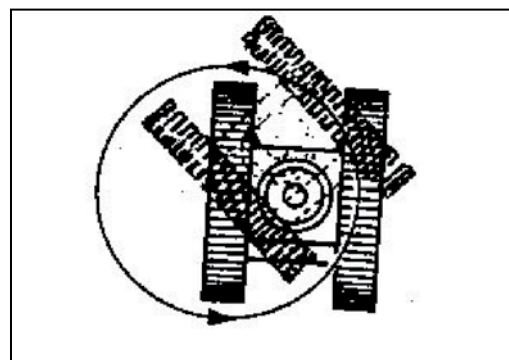

FIG. 3-10
- Ta til høyre (FIG. 3-10): Høyre pedal 4 baklengs og venstre pedal 1 fram. (FIG. 3-6).